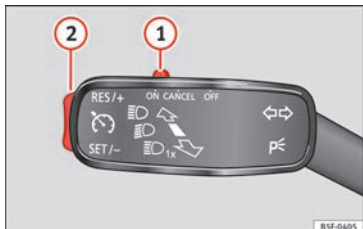

Fig. 49 A sinistra del piantone dello sterzo: interruttori e comandi per l'uso del GRA.
- Collegamento del GRA: spostare l'interruttore » fig. 49 ① verso **ON**. Il sistema è acceso. Il sistema non effettua la regolazione poiché non è stata programmata alcuna velocità.
- Attivazione del GRA: premere il tasto » fig. 49 ② nella zona **SET/-**. La velocità attuale viene memorizzata e regolata.
- Disattivazione temporanea del GRA: spostare l'interruttore » fig. 49 ① verso **CANCEL** o schiacciare il freno. La regolazione si scollega temporaneamente.
- Collegare nuovamente il GRA: premere il tasto » fig. 49 ② in **RES/+**. La velocità memorizzata verrà salvata e regolata nuovamente.
- Aumentare la velocità programmata durante la regolazione del GRA: premere il tasto ② in **RES/+**. Il veicolo accelera fino a raggiungere la nuova velocità memorizzata.
- Ridurre la velocità programmata durante la regolazione del GRA: premere il tasto ② in **SET/-** per diminuire la velocità di 1 km/h (1 mph). La velocità si riduce fino a raggiungere la nuova velocità memorizzata.
- Disattivazione del GRA: spostare l'interruttore » fig. 49 ① a **OFF**. Il sistema si disattiva e la velocità memorizzata si cancella.